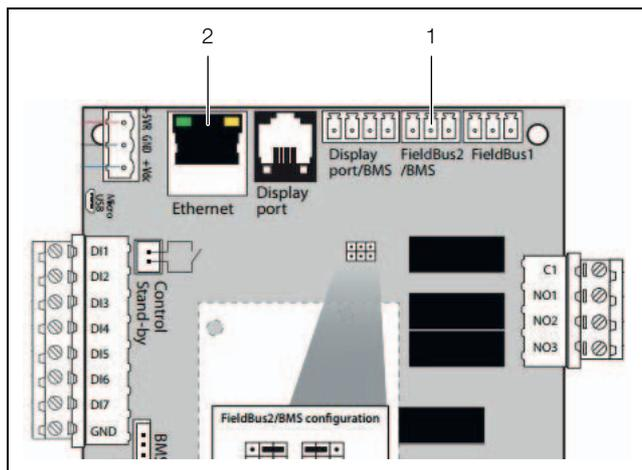

Fig. 19 : raccords
- Sur la carte, utiliser le raccordement « Bus_local_2 » (fig. 19, pos. 1) pour connecter l'appareil à un appareil de contrôle.
- Sur la carte, utiliser le raccordement « Ethernet » (fig. 19, pos. 2) pour connecter l'appareil à un appareil de contrôle.